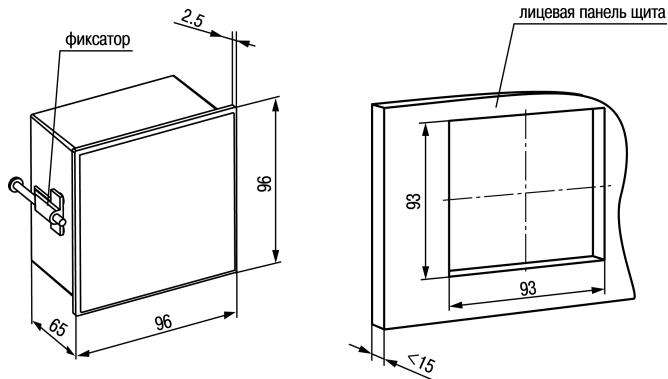

Рисунок 4.6 – Габаритные размеры корпуса Щ1
1. Подготовить на щите управления место для установки прибора (см. *рисунок 4.6*).